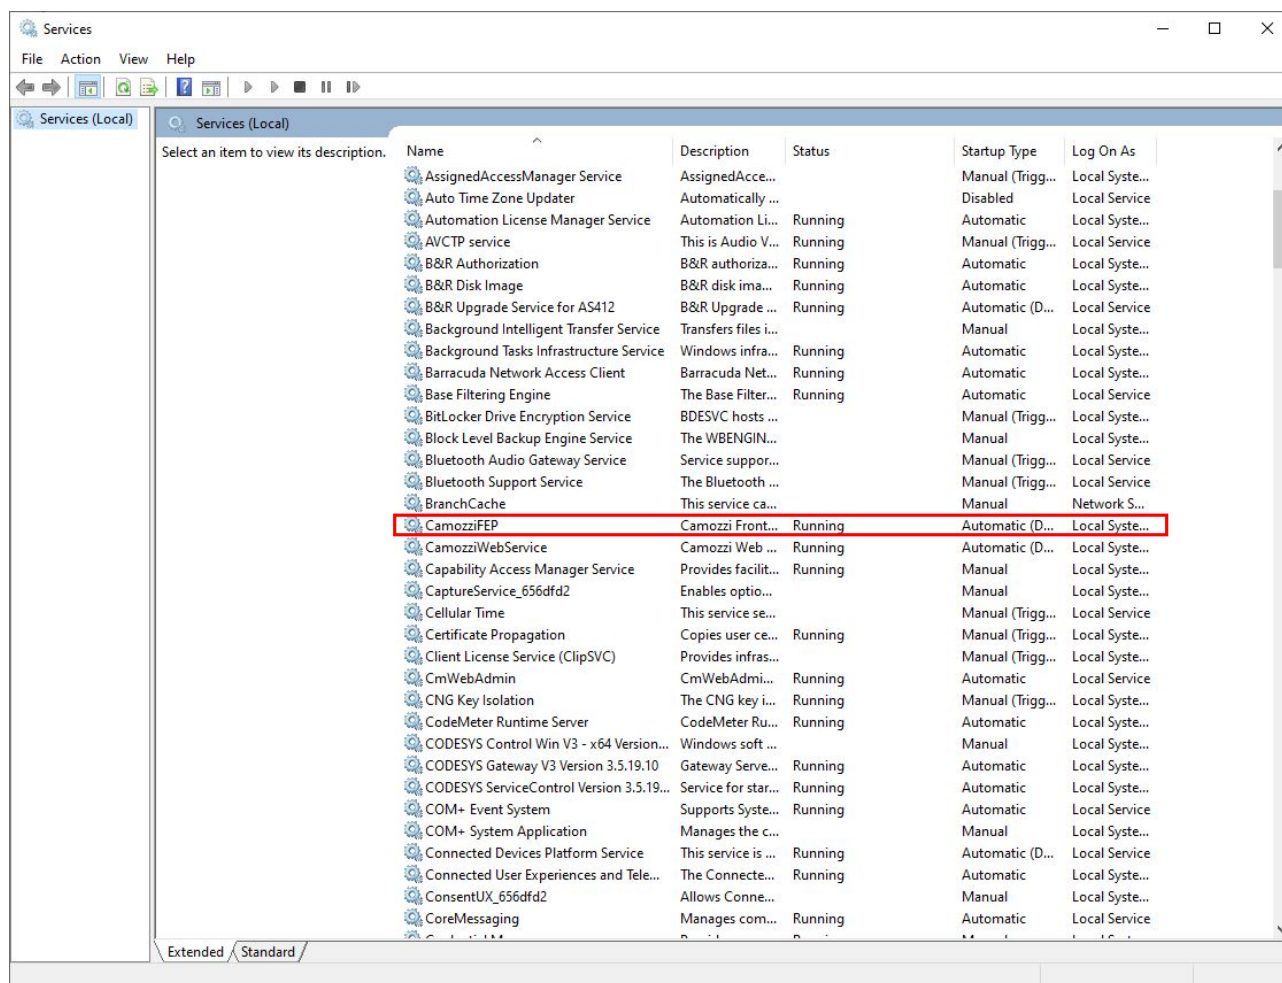

Figura 8.4: Servizio CamozziFEP
6. Accedere alla finestra servizi e verificare che lo stato del "CamoZZiFEP" sia in esecuzione (figura 8.4), nel caso non lo sia è possibile forzarlo manualmente accedendo alla stessa finestra con i privilegi d'amministratore.
- ❶ Se lo stato non è "running" (colore verde) cliccare sul comando "Start Gateway" affianco.
- ❷ Se non appare la COM con il numero seriale del dispositivo che si desidera collegare allora la connessione USB è assente, seguire le istruzioni nel capitolo 8.1.
- ❸ Se la connessione nella sezione "Tcp Connections" non è visibile accedere alla finestra servizi e verificare che lo stato del "CamoZZiFEP" sia in esecuzione (figura 8.4), nel caso non lo sia è possibile forzarlo manualmente accedendo alla stessa finestra con i privilegi d'amministratore.
❷ FEP: Se la connessione non è presente accedere alla finestra servizi e verificare che lo stato del "CamozziFEP" sia in esecuzione (figura 8.4), nel caso non lo sia è possibile forzarlo manualmente accedendo alla stessa finestra con i privilegi d'amministratore.
- ③ Fast mode: Se non sta funzionando correttamente è necessario disinstallare e installare nuovamente l'UVIX.